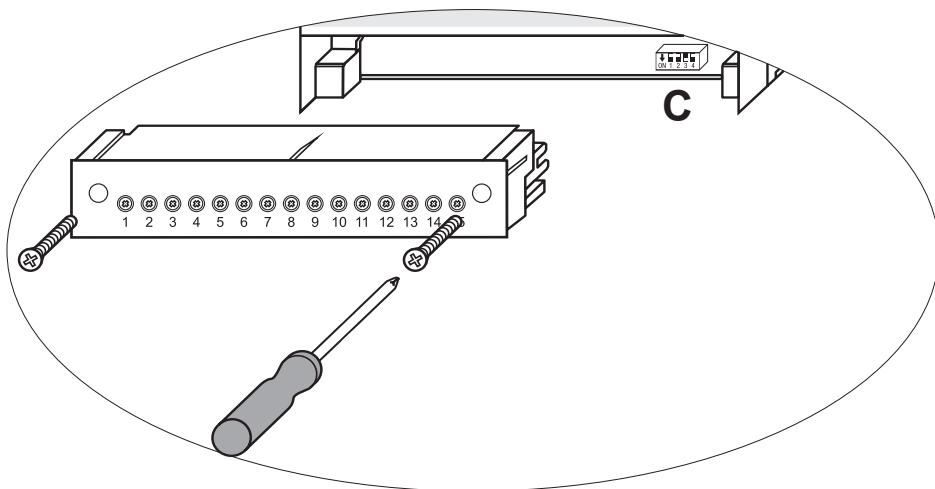

Fig. 12
- Morsettiera inferiore: Svitare le viti di fissaggio di destra e di sinistra. Fig. 12